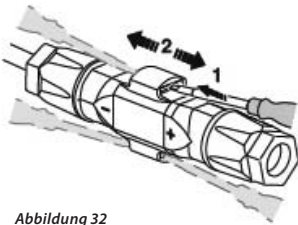

Abbildung 32
2.1 Kabel anschließen (Abbildung 32)